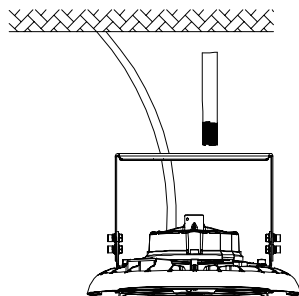

Figura 5
1. Se debe usar una tuerca de bloqueo por seguridad. Una vez que el conducto o tubería y la luminaria se hayan atornillado, la tuerca de bloqueo se debe ajustar contra la luminaria. (Figura 5)